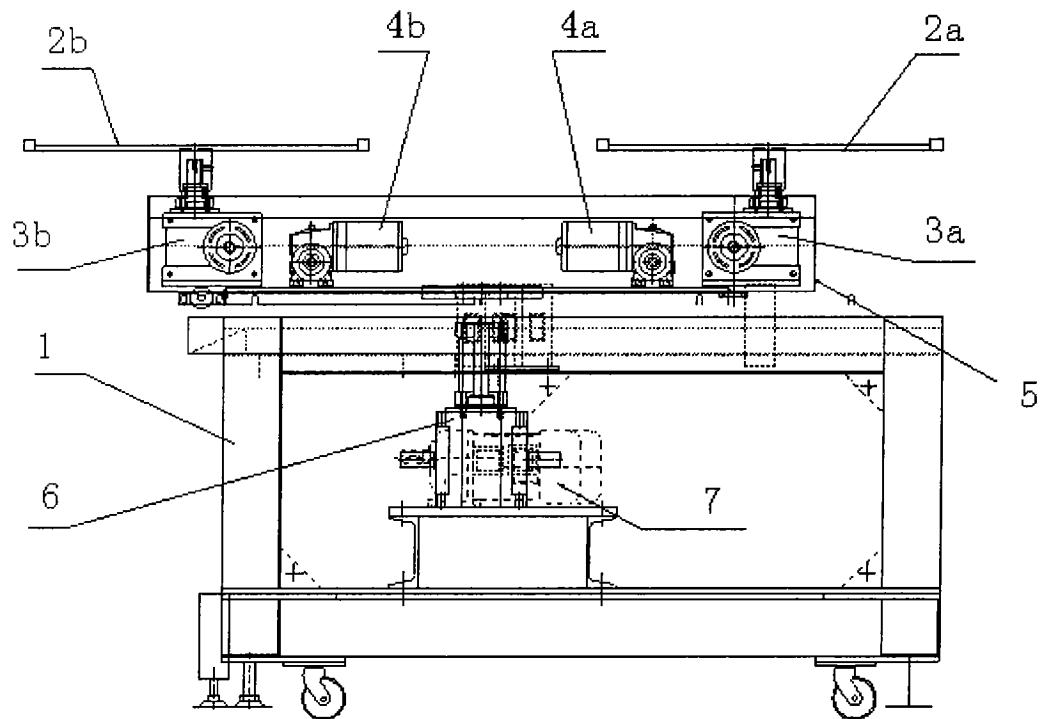
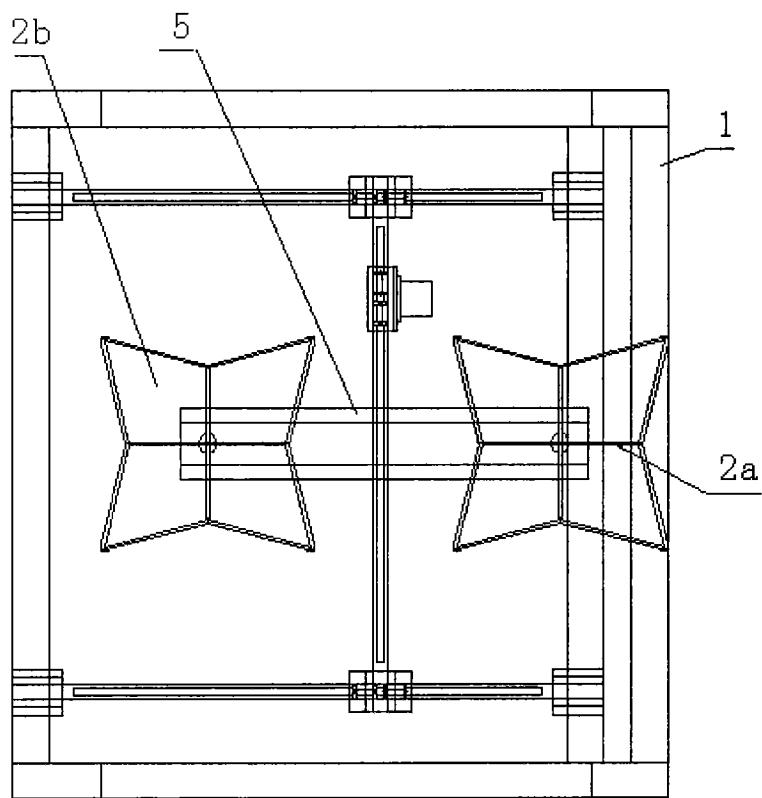

图 1
图 2
权利要求书 1 页 说明书 2 页 附图 1 页
- [0014] 图 1 是本实用新型的主视结构示意图。
[0015] 图 2 是本实用新型的俯视结构示意图。
[0016] 如图 1、图 2：本实用新型的五轴全自动往复式喷漆机自转工件盘包括机架 1 及安装在机架工作台上的工件盘，工件盘包括公转盘 5，公转盘 5 上安装有两套自转盘，第一自转盘 2a 和第二自转工件盘 2b 对称安装在公转盘 5 上，第一自转工件盘 2a 通过第一角度分割器 3a 与第一驱动电机 4a 连接，第二自转工件盘 2b 通过第二角度分割器 3b 与第二驱动电机 4b 连接，公转盘 5 的下部通过第三角度分割器 6 与公转驱动电机 7 连接。